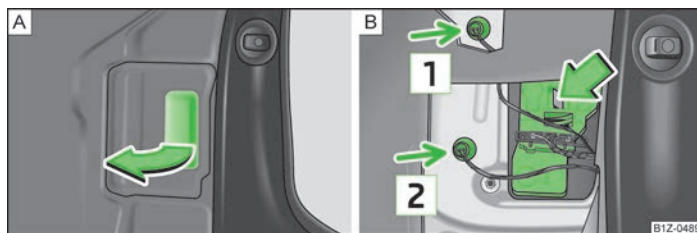

Fig. 169 Portbagajul: capul soclului / demontarea soclului
- Deschideți apărătoarea soclului » fig. 169 - [A].
- Apăsăți elementul de blocare în sensul săgeții și scoateți soclul becului » fig. 169 - [B].